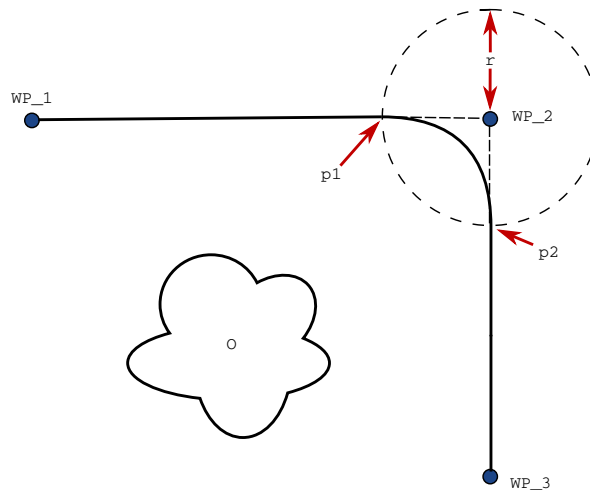

Abbildung 14.3: Blending über WP\_2 mit Radius  $r$ , ursprüngl. Blending-Position bei p1 und letzte Blending-Position bei p2.  $\circ$  ist ein Hindernis.
**Blending-Parameter** Neben den Wegpunkten beeinflussen mehrere Parameter den Bewegungsablauf im Blending-Bereich (siehe Abbildung 14.3):